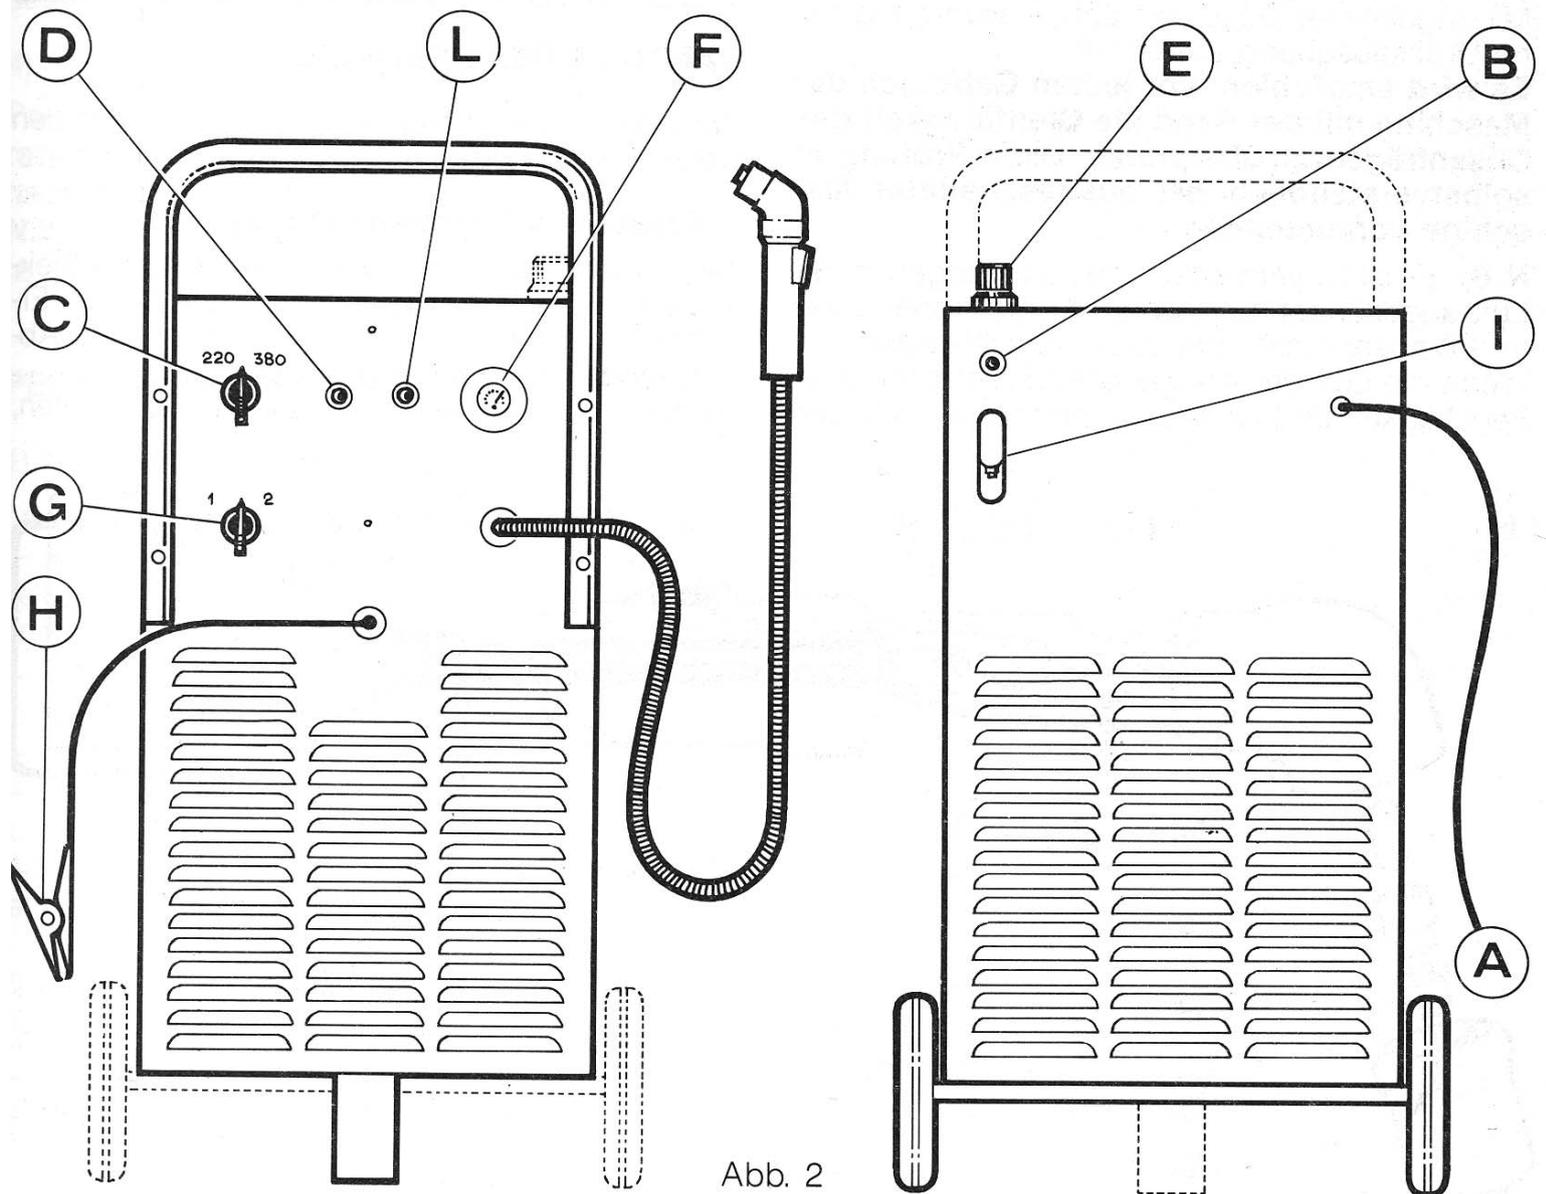

Abb. 2
**Pneumatisch:** auf der Brennerspeisung, um unzureichenden Luftdruck zu vermeiden; die Anzeige eines solchen Vorfalls erfolgt durch Aufleuchten der Leuchte **L** (Abb. 2)
Auch wenn die Maschine mit einer automatischen Vorrichtung für den Abfluss des Kondenswassers ausgestattet ist, die jedesmal zu arbeiten beginnt, wenn die Luftzuführung aussetzt, gilt die Regel, dass die durch den Schlitz **I** (Abb. 2) sichtbare kleine Wanne regelmässig auf Kondenswasserspuren überwacht wird.